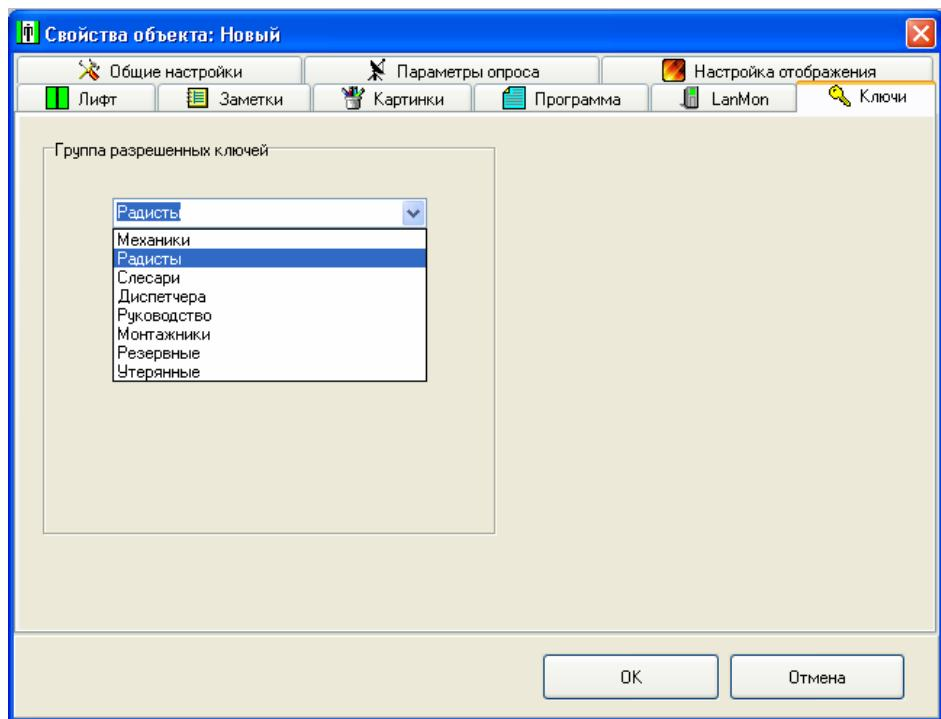

Рисунок 13 – Свойства объекта БДК-Л (БДК)
2. Перейдите на вкладку «Ключи» (см. Рисунок 13)